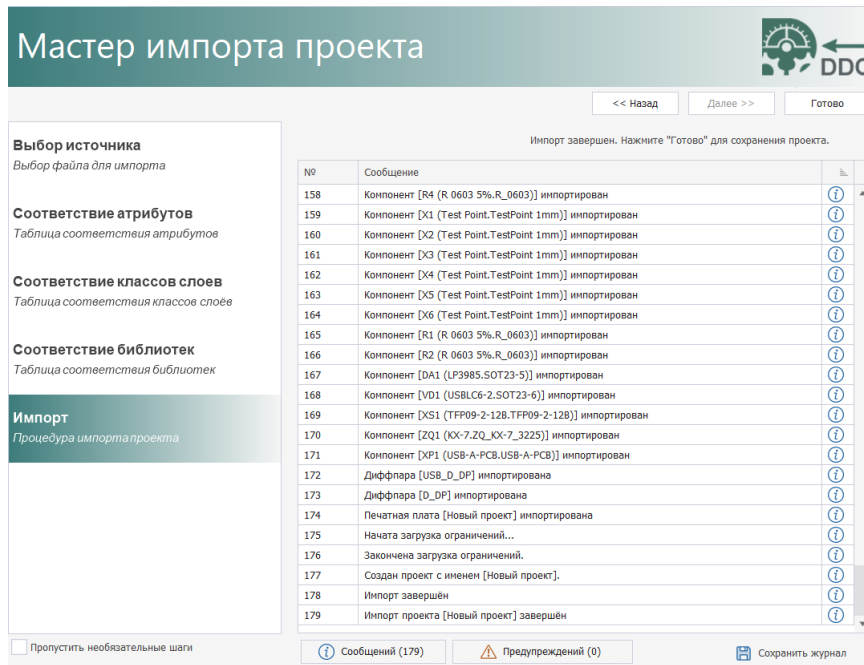

Рис. 62 Завершение процедуры импорта
13. Дождитесь завершения процедуры импорта проекта, Рис. 62. И нажмите «Готово».